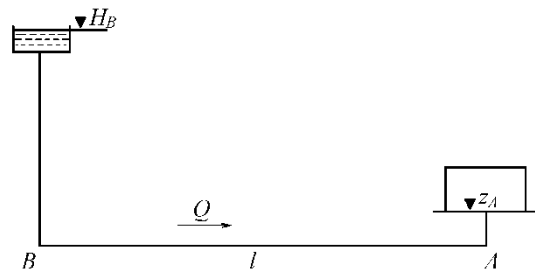

Рис. 2
3. Определить диаметр трубопровода для подачи 15 л/с воды от водонапорной башни B до предприятия A (рис. 2) при длине трубопровода $l = 1000$ м, отметке уровня воды в башне $H_B = 32$ м, геодезической отметке в конце трубопровода $z_A = 2$ м и свободном напоре $H_{св} \geq 12$ м, если трубы:
Перепад уровней в пьезометрах до сужения ($D_1 = 0,1$ м) и в узкой горловине ($D_2 = 0,05$ м) в трубе круглого сечения, в которой установлен водомер Вентури, составляет 0,4 м. Ускорение свободного падения принять равным 10 м/с^2 , $\pi = 3,14$. При входе в узкую горловину водомера, приведенного на рис. 2,
Перепад уровней в пьезометрах до сужения ($D_1 = 0,1$ м) и в узкой горловине ($D_2 = 0,05$ м) в трубе круглого сечения, в которой установлен водомер Вентури, составляет 0,4 м. Ускорение свободного падения принять равным 10 м/с^2 , $\pi = 3,14$. На рис. 2 постепенное расширение называется...